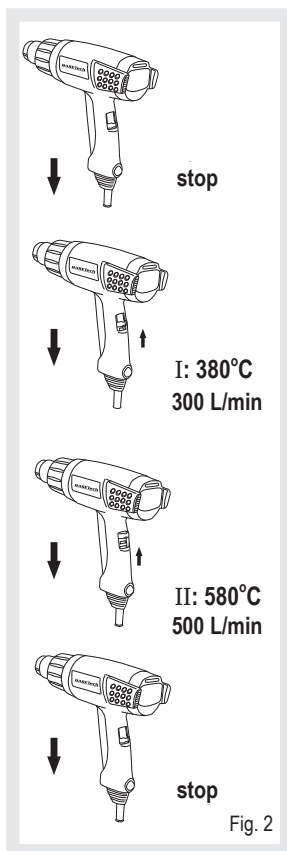

Fig. 2
- Mettez le bouton marche/arrêt (C) sur I ou II. Le bouton marche/arrêt (C) permet de sélectionner différentes combinaisons de température et d'intensité de souffle. (Fig. 2)